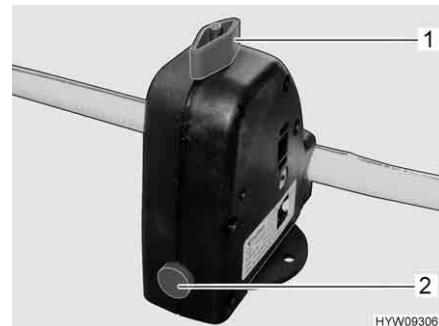

Fig. 120 Valvola di sicurezza/di scarico (boiler)
- Se il boiler è dotato di una valvola di sicurezza/di scarico, chiudere la valvola di sicurezza/di scarico. A tal fine ruotare la manopola (Fig. 120,1) verticalmente rispetto alla valvola di sicurezza/di scarico e premere il bottone automatico (Fig. 120,2). Con temperature inferiori a 6 °C non è possibile chiudere la valvola di sicurezza/di scarico. Per questo motivo è necessario inserire il riscaldamento dell'abitacolo ed aspettare che la temperatura della valvola di sicurezza/di scarico salga sopra gli 6 °C.